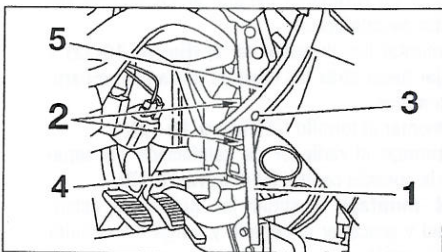

FIGURA 10-12
- Desmontar el tirante (1) (figura 10-12).
- Desmontar las abrazaderas (2) (figura 10-12) y empujar hacia atrás las tuberías hacia el compartimento motor.
- Desmontar el tornillo (3) (figura 10-12).
- Desmontar el radiador de calefacción (4) separando la consola central (5) (figura 10-12).